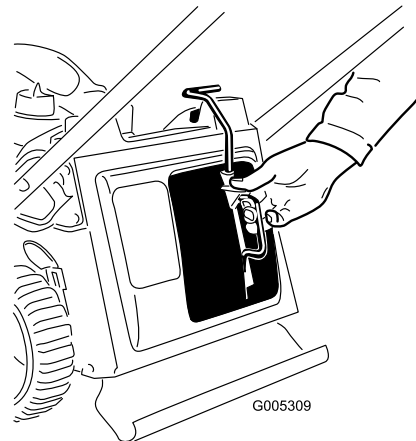

Figure 8
2. Appuyez sur le bouton du levier avec le pouce et insérez complètement l'obturateur de déchiquetage dans l'ouverture (Figure 8).